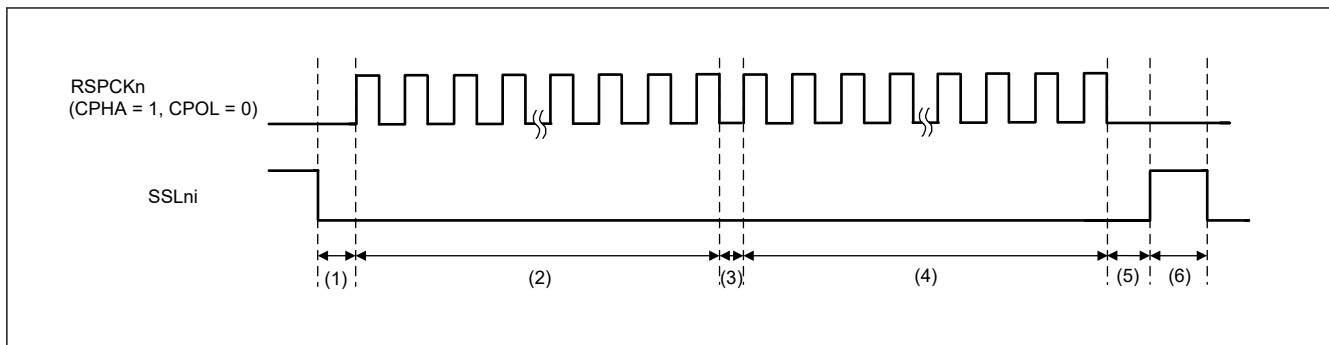

図 32.58 SSLKP ビットを利用したバースト転送の動作例 (BFDS = 1、SPFRF = 0)
図 32.58 に、SPCMD0 および SPCMD1 レジスタの設定値を使用してバースト転送を実現した場合の SSLni 信号の動作例を示します。以下では、図 32.58 に示す (1)~(6) の SPI の動作内容について説明します。SSLni 出力信号の極性は、SPCR3.SSLnP (n = 0~3) ビットの設定値で決まります。